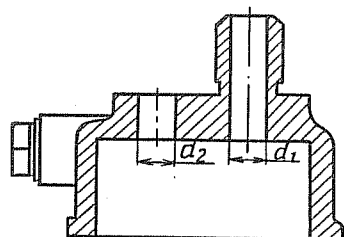

Рис. 100. Корпус масляного насоса
2.1. Корпус масляного насоса (рис. 100)